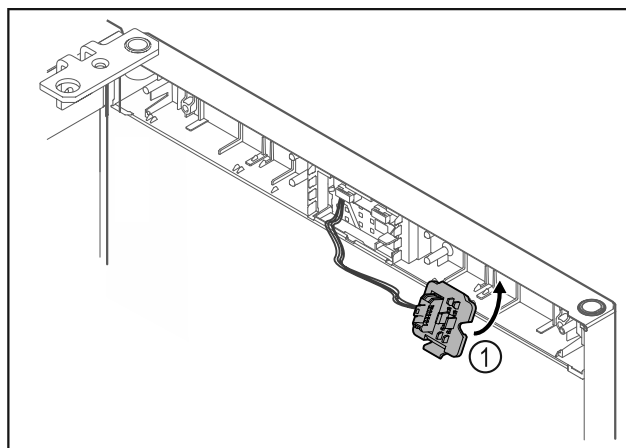

Fig. 21
- ▶ Držalo vtiča Fig. 21 (1) pritrdite na nasprotno stran.